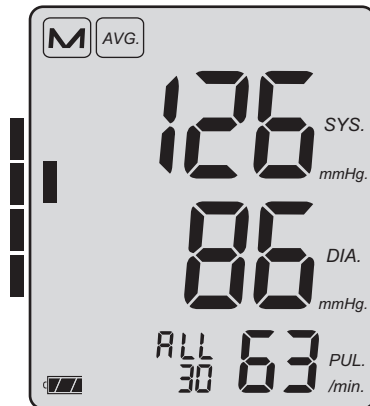

Figura 8
- ➔ Cada 30 mediciones registradas puede consultar el valor medio de su tensión arterial pulsando brevemente la tecla **M con el aparato apagado**. Se mostrará la media de todos los valores guardados (ALL). Pulsando de nuevo la tecla M se mostrará el valor medio de todas las mediciones realizadas entre las 0:00 y las 11:59 horas (AM) y posteriormente el valor medio de todas las realizadas entre las 12:00 y las 23:59 horas (PM). Junto a la indicación ALL/AM/PM se mostrará el número de mediciones a que corresponde la media (véase la figura 8).
Al mostrar los valores medios, en el borde izquierdo de la pantalla aparecerá un rectángulo oscuro (véase la figura 8) de altura proporcional al valor medio de la tensión arterial. Si utiliza la escala de clasificación adjunta (véase figura 9), podrá determinar el área en la que se encuentra su tensión arterial según los criterios de la OMS (véase página 177).